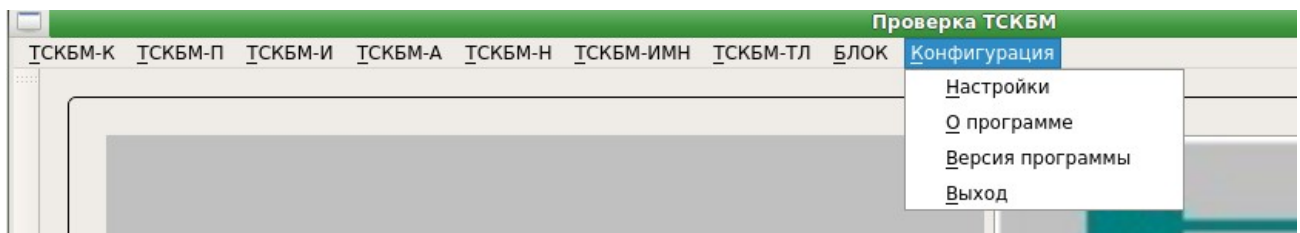
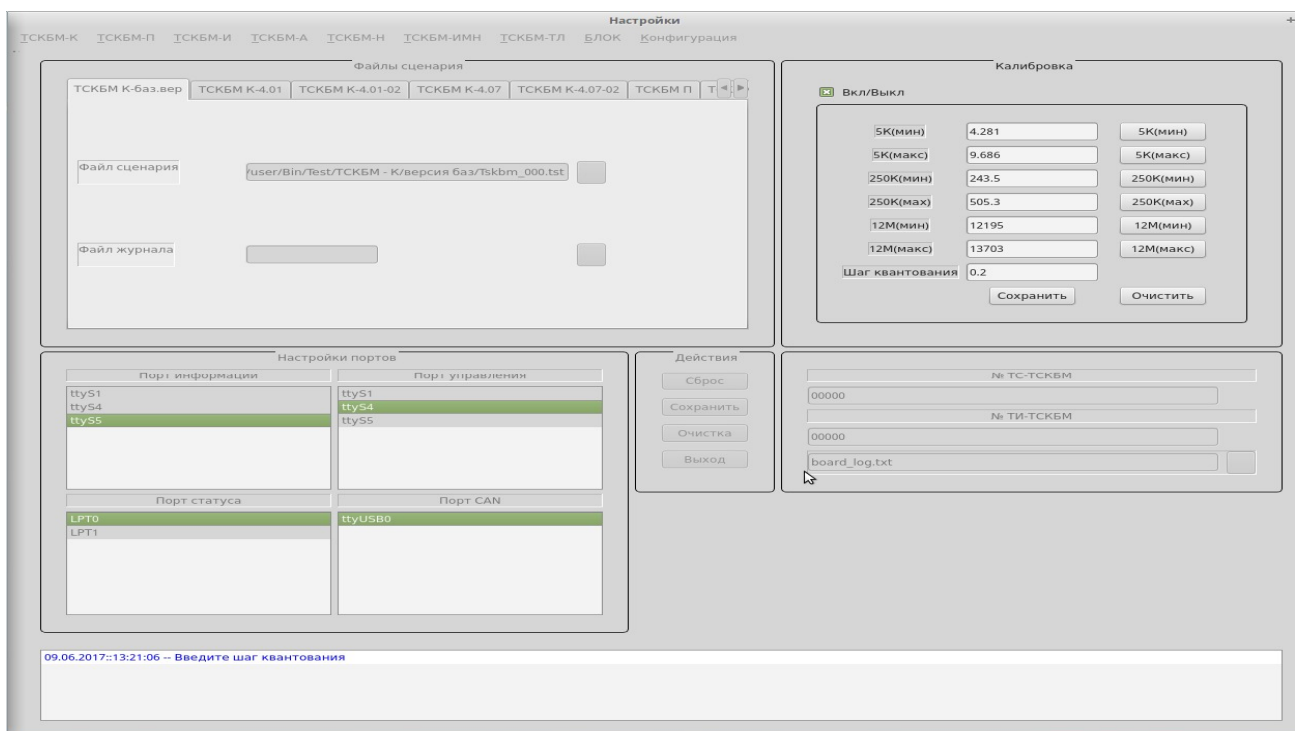

Рисунок 6.4.1 - Меню Испытания \ Конфигурация \ Настройки
Рисунок 6.4.2 – Окно программы Настройки
2) В меню испытаний откройте пункт Конфигурация\Настройки, см. рис. 6.4.1. Должно открыться окно программы Настройки, показанное на рис. 6.4.2.
- 4) Установите метку в позицию Вкл/Выкл на панели Калибровка окна программы Настройки, см. рис. 6.4.2 – должна активизироваться панель Калибровка окна программы Настройки. Программа запросит ввести шаг квантования (по умолчанию 0.2)